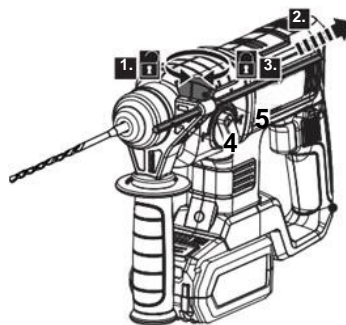

Fig. 13
1. Gire a porca de orelhas (5) para a esquerda para soltá-la (Fig. 13, passo 1).
2. Alinhe a ponta do limitador de profundidade (4) com a ponta da broca. A seguir, recue o limitador de profundidade até à profundidade de perfuração desejada (Fig. 13, passo 2).
3. Gire a porca de orelhas (5) para a direita para fixar o limitador de profundidade (4) na posição (Fig. 13, passo 3).